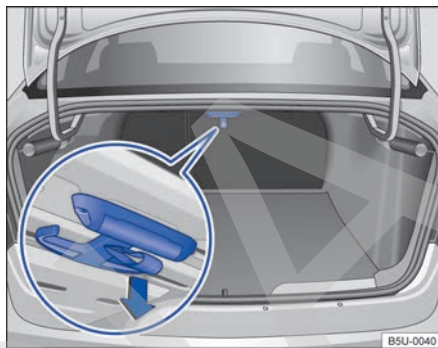

Fig. 78 En el compartimento de equipaje: gancho para bolsas.
- Tirar del gancho para bolsas tomándolo por la empuñadura en el sentido de la flecha → **fig. 78** (lupa).